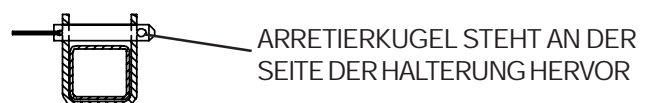

Abbildung 2-8. Korrekte Position des Verriegelungsbolzens
**1- Geländer-Verriegelungsbolzen mit Sicherungsschnur** – Vor dem Herunterklappen des Geländers sind die Verriegelungsbolzen von den Drehpunkten zu entfernen und die einzelnen Schutzstreben herunterzuklappen. Soll das Geländer wieder in aufrechte Stellung gebracht werden, schwenkt man die einzelnen Geländerstreben hoch und sichert sie mit den Verriegelungsbolzen, wobei darauf zu achten ist, daß die Bolzen so weit durchgesteckt werden, daß die Arretierkugel am anderen Ende aus der Halterung hervorsteht (Abbildung 2-8).
3. Wenn die Arbeitshebebühne mit einem herunterklappbaren Geländer ausgestattet ist, muß dieses hochgeklappt und mit den Verriegelungsbolzen gesichert werden (siehe Abbildung 2-8).